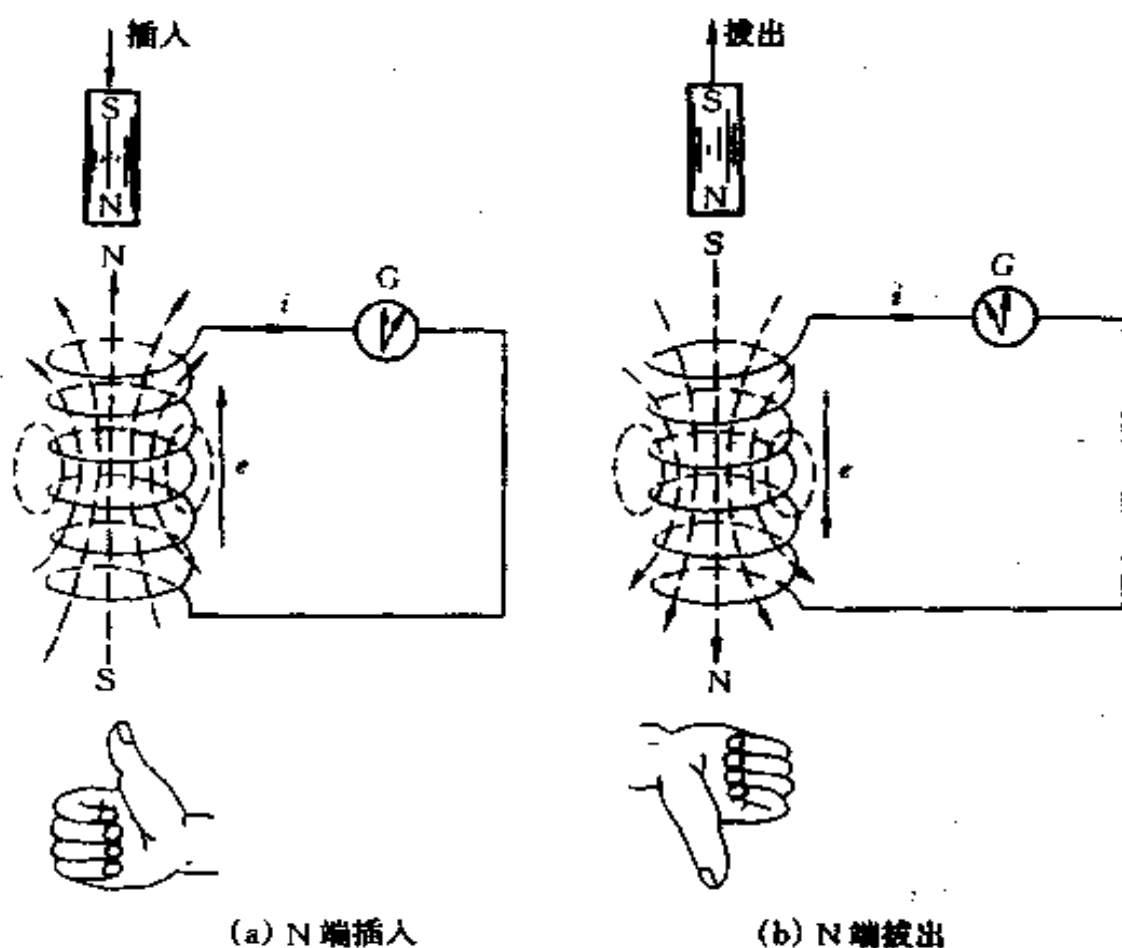

图 1-5 确定感应电流方向的实验
- (1) 明确原磁通 Φ 的方向及其变化趋势,即是增加还是减少;
- (2) 根据楞次定律确定感应电流所产生的磁通的方向;
- (3) 利用右手螺旋定则,判断感应电流的方向,如图 1-5 所示。感应电动势与感应电流的方向是一致的。
从图 1-5 所示的实验中得出,插入或拔出磁铁的速度对检流计指针的偏转有影响,速度快则偏转大,速度慢则偏转小。